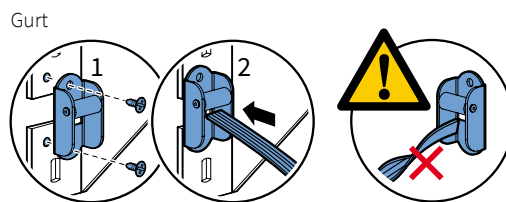

Abb. 1.4. Aufhängen der Markisenbandbedienung innen
- Für den Gurt ist dies in die hierzu vorgesehene Aussparung in der Wandhalterung (Abb. 1.4).
1. Hängen Sie die Markise in die Wandhalterungen ein. Siehe für die elektrische Bedienung Abbildung 1.3. bzw. für den Gurtbetrieb Abbildung 1.4.